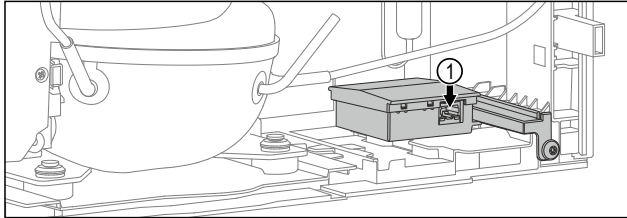

Fig. 46
- ❑ Ein Netzwerkkabel ist angeschlossen. Fig. 46 (1)
- ▶ Netzwerkkabel einstecken. Fig. 46 (1)